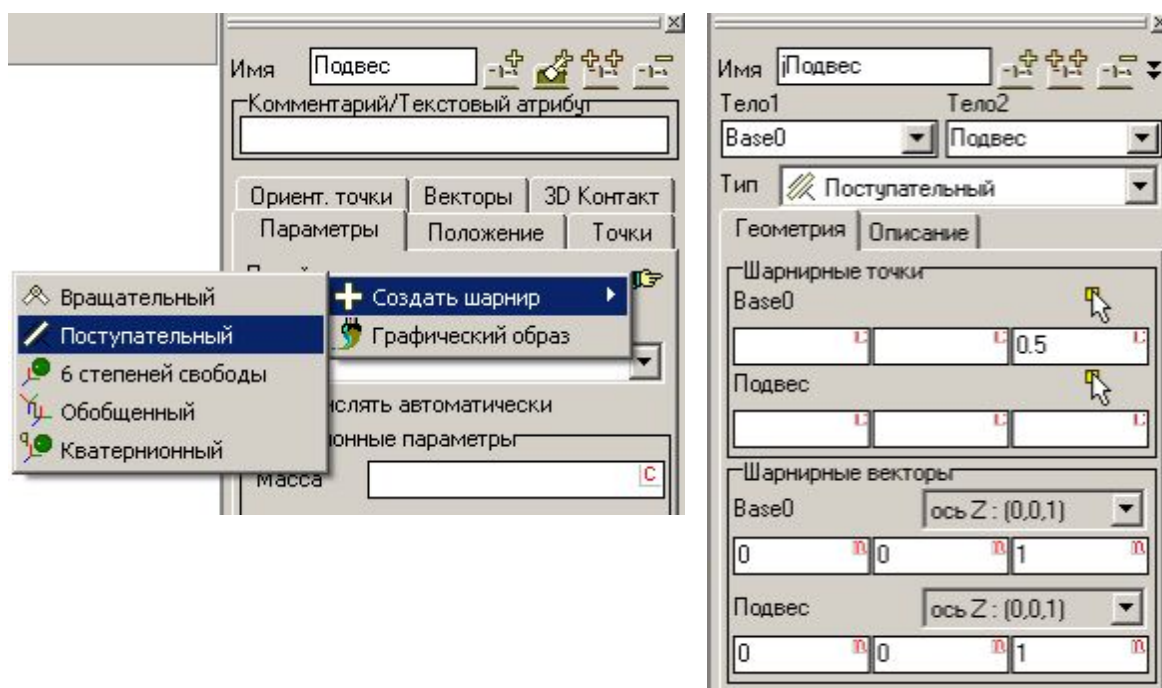

Рис. 2.2. Добавление поступательного шарнира
3. В появившемся списке типов шарниров выберите **Поступательный**, см. рис. 2.2, слева. Будет создан новый шарнир указанного типа.
4. Установите параметры шарнира, как показано на рис. 2.2, справа.